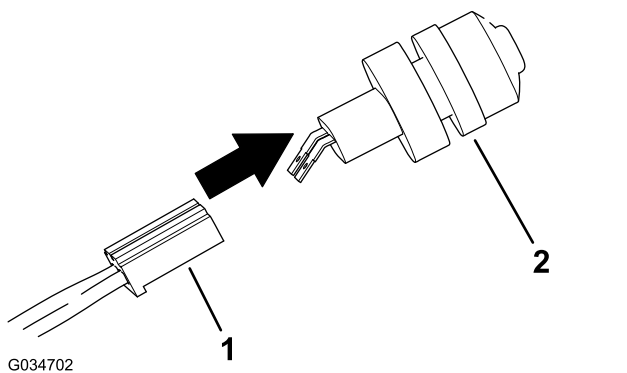

Figura 7
4. Collegate il connettore femmina proveniente dal cablaggio preassemblato principale al connettore maschio sull'interruttore dell'avvisatore acustico (Figura 7).